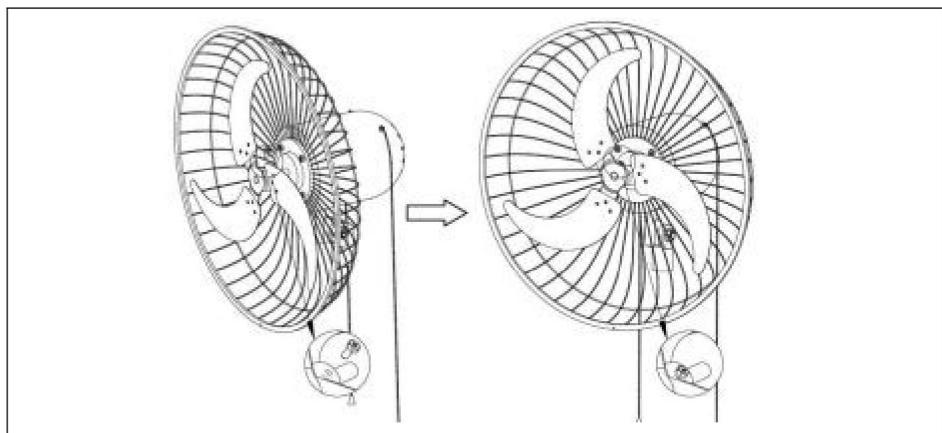

Fig.6.
2). Installez la pale du ventilateur (15) sur l'arbre du moteur, puis verrouillez la vis de la pale (14). Voir la (Fig.6.)